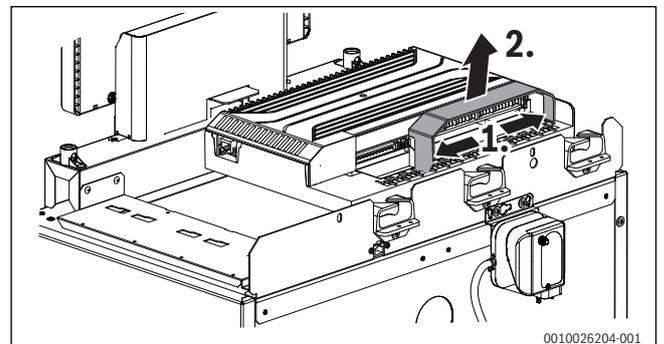

Bild 21 Schutzabdeckung der Anschlüsse abnehmen
- Gegebenenfalls Schutzabdeckung abnehmen (→ Bild 21).